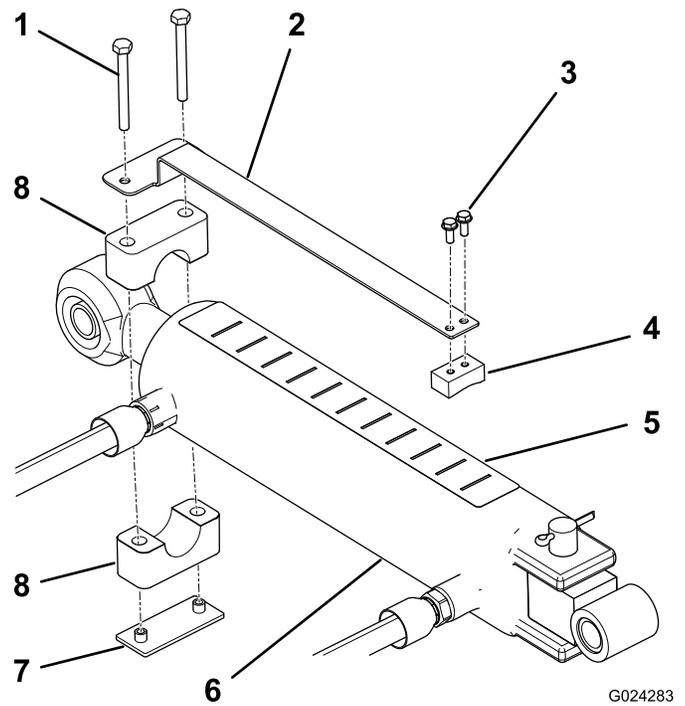

Figura 9
1. Monte el indicador de profundidad en el lado plano del tope deslizante con dos tornillos N° 10 de 1/2 pulgada, posicionando los componentes según se muestra en Figura 9.
2. Usando la abrazadera, la placa y dos tornillos de 1/4 x 2-1/2 pulgadas, monte provisionalmente el indicador de profundidad en el extremo de la varilla del cilindro del brazo de enganche superior (Figura 9). Asegúrese de que las abrazaderas tienen suficiente holgura para poderlas girar a la posición deseada.
4. Pegue la pegatina de profundidad en la parte superior del cilindro en un lugar que esté a la vista del operador, donde no interfiera con las mangueras hidráulicas u otros obstáculos (Figura 9). El extremo de la pegatina que lleva la letra "J" debe estar orientado hacia el aireador.